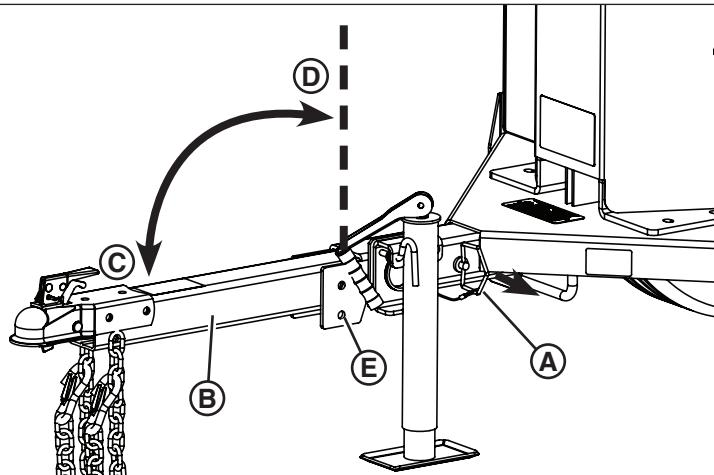

Figura 4
- Retire el pasador de bloqueo (**A**, Figura 4) que fija la lengua del remolque (**B**) en la posición de remolque (**C**).
- Eleve la lengua del remolque a la posición de estacionamiento (**D**, Figura 4). Inserte el pasador de bloqueo en el orificio de bloqueo de la posición de estacionamiento (**E**) para fijar. Asegúrese de fijar el pasador de bloqueo con el pasador de horquilla incluido.
1. Retire el pasador de bloqueo que filtra la lengua del remolque en la posición de estacionamiento (**E**, Figura 4).
2. Baje la lengua del remolque a la posición de remolque (**C**, Figura 4). Fíjelo con el pasador de bloqueo (**A**). Asegúrese de fijar el pasador de bloqueo con el pasador de horquilla incluido.